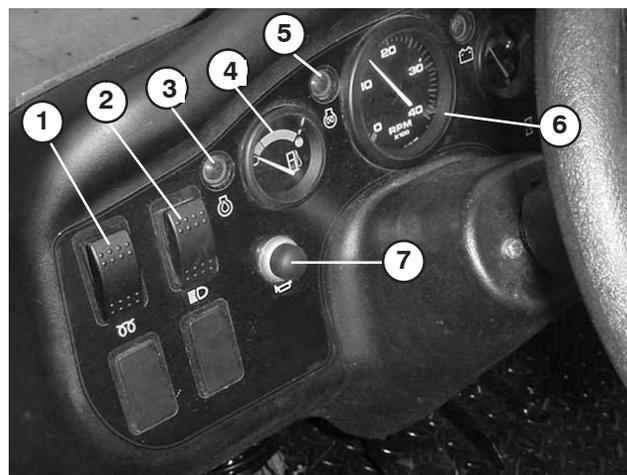

Figure 25
Permet de préchauffer les cylindres du moteur avant la procédure de démarrage à froid du moteur. Pour démarrer à froid, poussez sur le commutateur à bascule et maintenez-le dans cette position tout en observant le témoin de préchauffage (Fig. 25). Le témoin devient rouge quand les bougies de préchauffage sont activées. La durée de préchauffage des cylindres doit être déterminée par la température ambiante (voir Démarrage/arrêt du moteur).
Basculez le commutateur (Fig. 25) pour activer les phares. Appuyez dessus pour les allumer.
Le témoin s'allume (Fig. 25) si la pression de l'huile moteur tombe en dessous du niveau admissible quand le moteur est en marche. Si le témoin clignote ou reste allumé, arrêtez le véhicule, coupez le moteur et vérifiez le niveau d'huile. Si, après avoir fait l'appoint, le témoin reste allumé une fois le moteur remis en marche, coupez immédiatement le moteur et demandez conseil au concessionnaire TORO le plus proche.
Indique la quantité de carburant dans le réservoir. Elle ne fonctionne que lorsque le commutateur d'allumage est en position contact établi (Fig. 25).
Appuyez sur ce bouton pour activer l'avertisseur sonore (Fig. 25).
Option (Fig. 25).
6. Si la température est inférieure à 15 °C, poussez le commutateur à bascule de préchauffage (Fig. 25) et maintenez-le dans cette position pendant la durée préconisée.